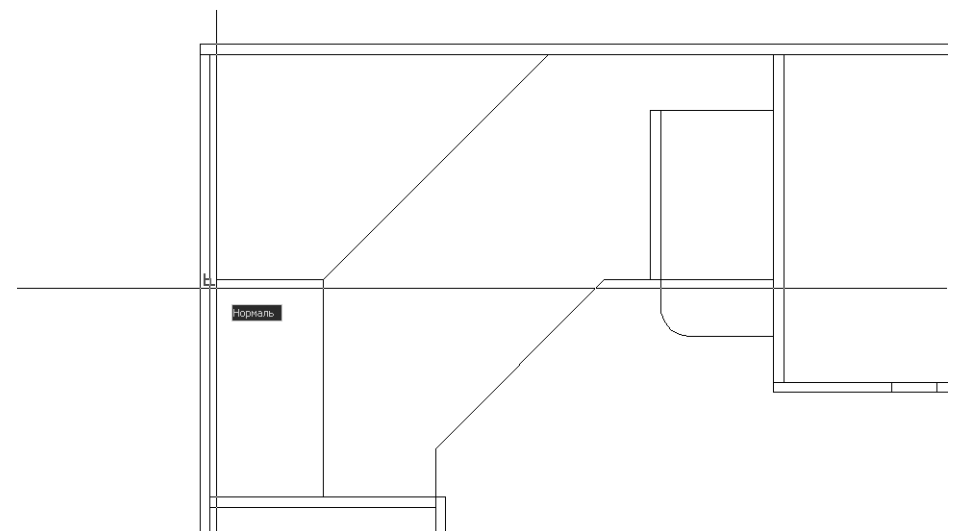

Рис. 5.3 ▼ Привязка второй точки горизонтальной линии к точке падения перпендикуляра
6. Переместите указатель-перекрестие влево так, чтобы он оказался поблизости вертикальной линии контура левой боковой стенки рабочей зоны. Как только AutoCAD распознает точку падения перпендикуляра (рис. 5.3),